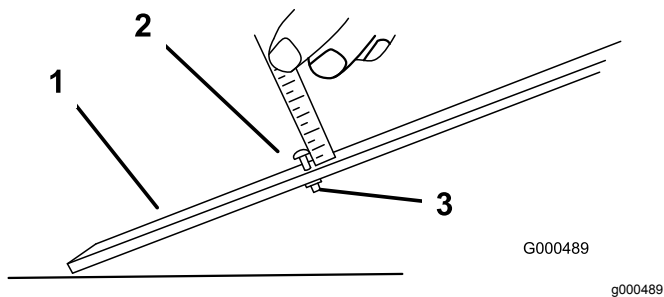

图55
3. 松开调刀尺上的螺母图55并将调节螺丝设定为所需的剪草高度。螺丝头底部与调刀尺表面之间的距离就是剪草高度。